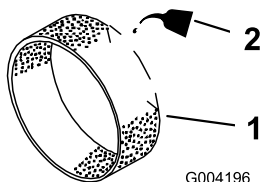

図 44
3. 乾いたらエンジン・オイルを 60 ccほど含ませる（図 44）。